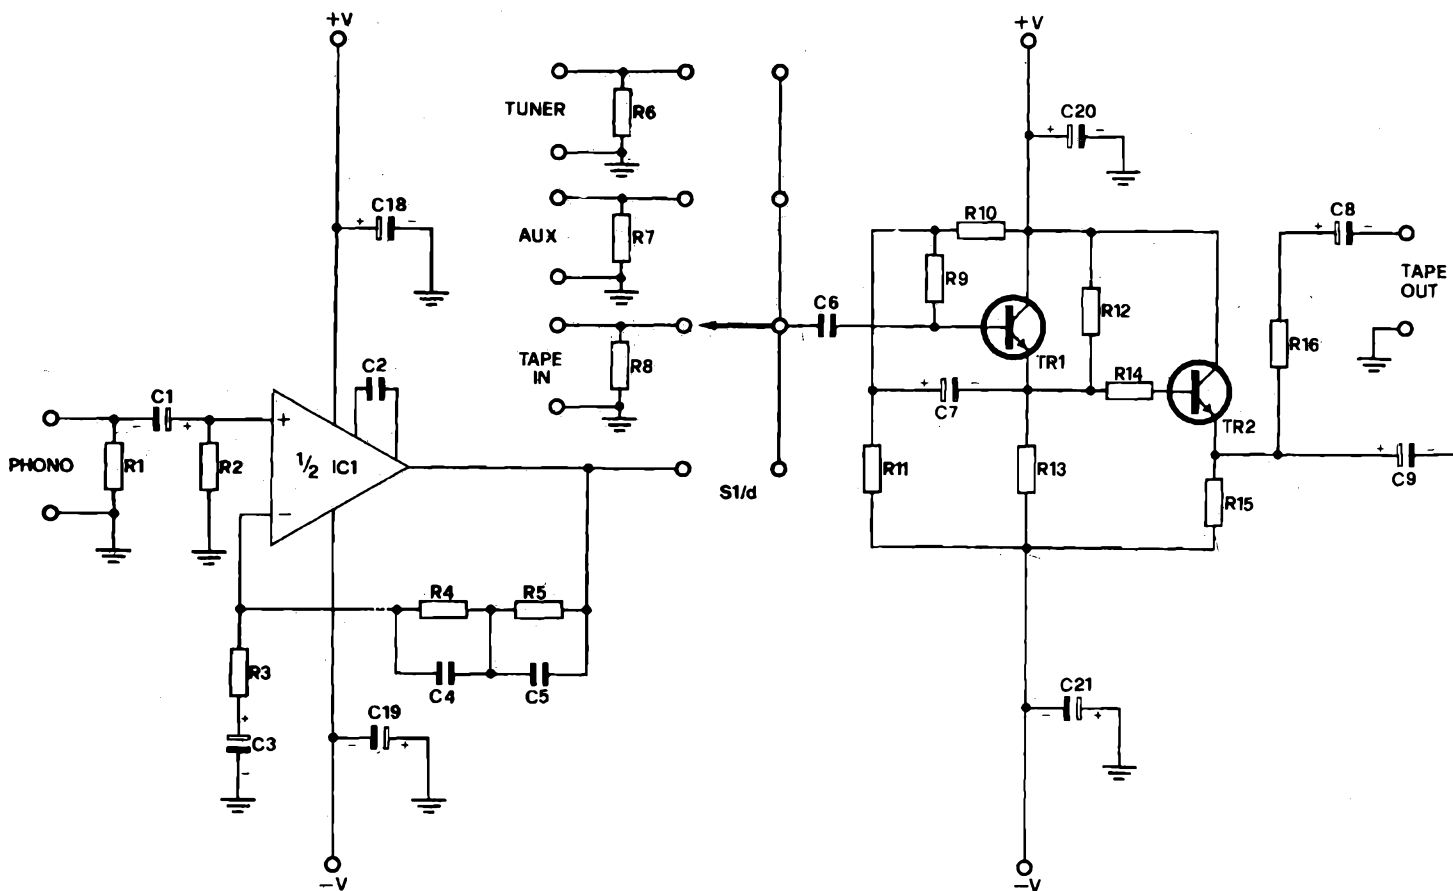

Fig. 1 - Schema elettrico completo di un canale del preamplificatore stereo. I due canali sono perfettamente identici.
**P**assiamo subito allo schema elettrico, riportato in fig. 1. Vi si possono distinguere quattro blocchi funzionali, schematizzati in fig. 2, che precisamente sono:
Sullo schema di fig. 1 questo stadio è formato da IC1 e da pochi componenti esterni. IC1 è un LM 1303 della National; contiene due identici amplificatori operazionali ricavati da un unico cip al silicio. Per le sue particolari caratteristi-
Come è possibile osservare sullo schema completo di fig. 1, tale rete è di tipo attivo ed è inserita nel circuito di reazione di un amplificatore operazionale; la rete scelta permette il controllo dei toni bassi, medi e alti tramite l'azione rispettivamente su P1, P2 e P3.
La configurazione scelta (fig. 1) è stata ottenuta per via sperimentale a partire da indicazioni fornite dalla National nel suo "AUDIO HANDBOOK". Pur nella
Sullo schema di fig. 1 si può notare che la scelta è caduta su una semplice configurazione invertente; il guadagno è dato dal rapporto  $R_{27}/R_{26}$  che, con i valori indicati, vale dieci (20 dB).